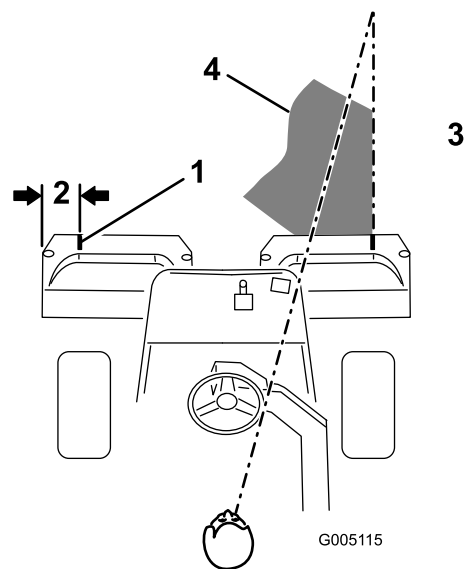
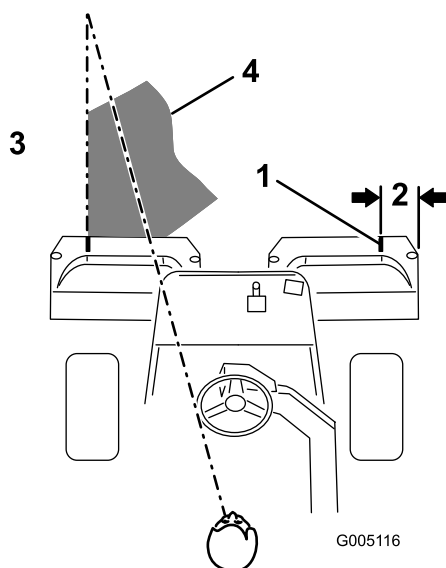

図 33
図 34
2. その位置に白色テープか白ペンキで集草箱の縁と平行に目印を入れる（図 33）。
3. 行きと帰りでのオーバーラップができるだけ小さくなるように運転します。隣の列との距離を一定に保って直進するには、本機の前方向約 2 ～ 3 m を視野に捕らえておくのがポイントです（図 33 および図 34）。ハンドルを目印にして距離を合わせても良いでしょう。その場合、ハンドルの縁と本機前方の目標ラインとを重ねて見ながら運転します（図 33 および図 34）。